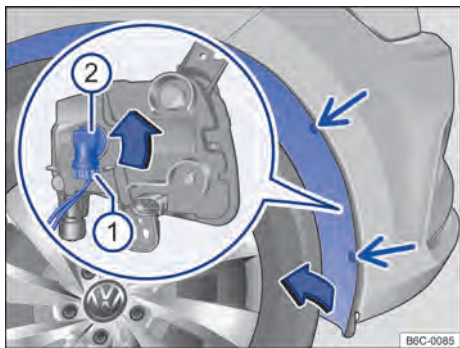

Fig. 167 Na caixa de roda dianteira: acesso à lâmpada incandescente do farol de neblina.
-  Remover os parafusos de fixação do revestimento da caixa de rodas → Fig. 167 (setas) com o auxílio de uma chave de fenda.
-  Retirar o conector de alimentação da lâmpada → Fig. 167 , pressionar, ao mesmo tempo, a trava de fixação do conector.
-  Girar o soquete da lâmpada → Fig. 167 , no sentido anti-horário até o batente, e desencaixá-lo do alojamento.
-  Recolocar os parafusos de fixação → Fig. 167 (setas) e apertá-los.